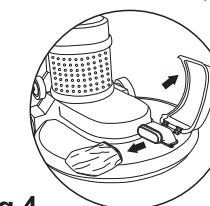

Fig.4
2. Abra el compartimento ubicado en la parte frontal de su brilladora (Fig.4).